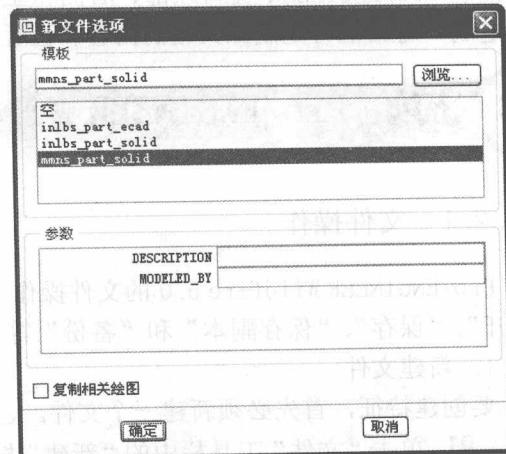

图 1-3 “新文件选项”对话框
**04** 如果不使用默认模板，则可以清除“使用默认模板”复选框，然后单击“确定”。则打开如图 1-3 所示的“新文件选项”对话框打开。